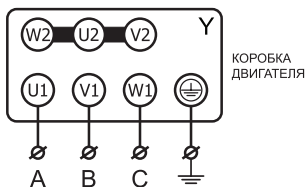

Рисунок 3
11.2 Вентиляторы с двигателями на номинальное напряжение Δ/Y 380/660 В допускается также подключать к трехфазной сети с переменным напряжением 660В, предварительно переключив схему соединения обмоток двигателя в звезду Y 660 В (см. рисунок 3), в противном случае двигатель может выйти из строя.